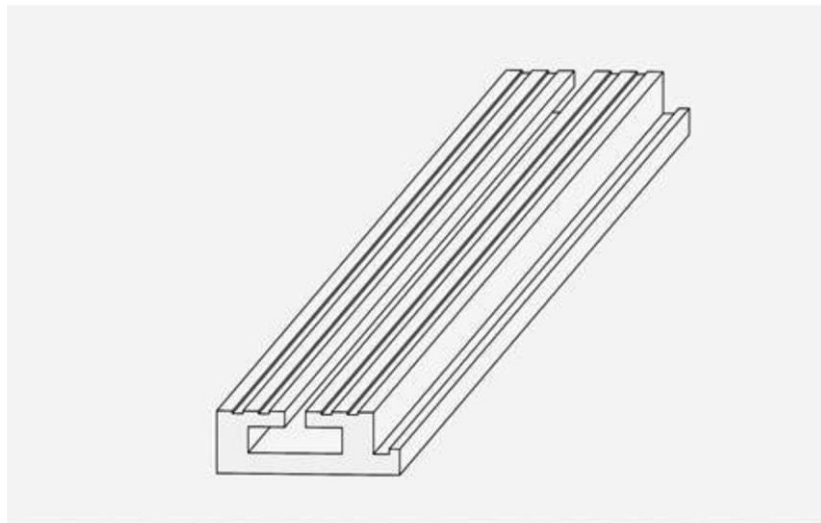

Fig. 6
- fig. 6 przedstawia w widoku perspektywnym listwę sufitową w formie otwartego prostopadłościanu z bocznym kształtowym występem i rowkami na górnej powierzchni;
W odmianie przedstawionej na fig. 6 listwa sufitowa w kształcie prostopadłościanu otwartego od góry posiada kształtowy występ w kształcie litery L na całej długości dłuższego boku, a na górnej powierzchni posiada wzdłużne rowki usytuowane równolegle do dłuższej krawędzi prostopadłościennego profilu.